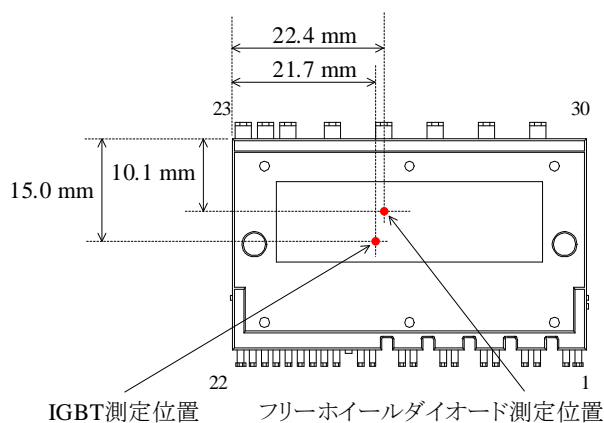

図 4-5 ケース温度測定位置
- (1) 設計保証
- (2) ケース温度は図 4-5 で規定
- (3) 内部 IGBT のジャンクションとケース間の定常熱抵抗
- (4) 内部フリーホイールダイオードのジャンクションとケース間の定常熱抵抗